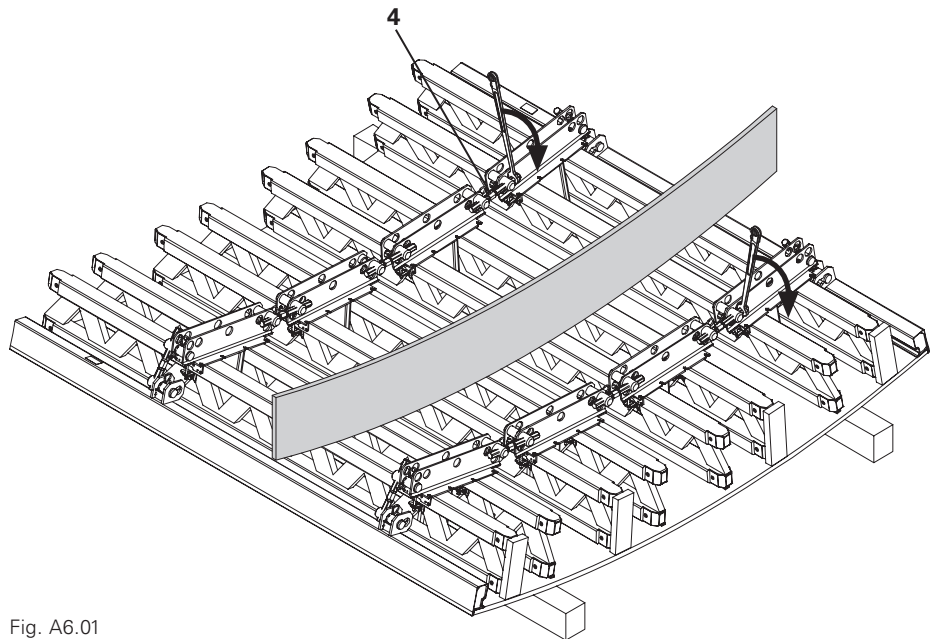

Fig. A6.01
1. Comenzar siempre con los husillos regulación (4) en el centro del módulo; luego ajustar los husillos a la derecha y a la izquierda. (Fig. A6.01)